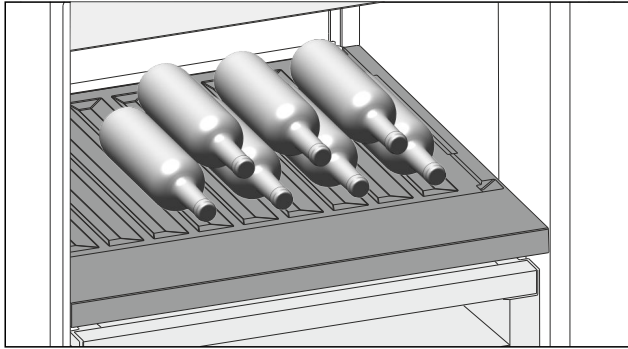

Fig. 206 Példaként szolgáló ábrázolás
- ▶ A palackokat az aljukkal hátrafele helyezze a hátfalhoz. (lásd Fig. 206)